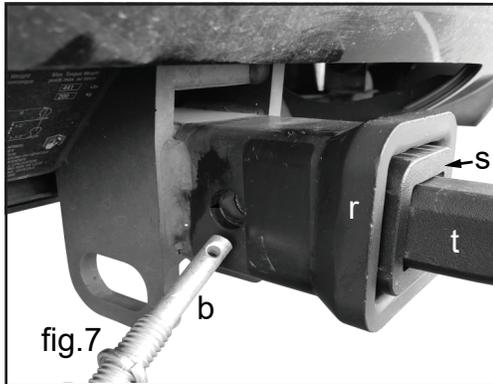
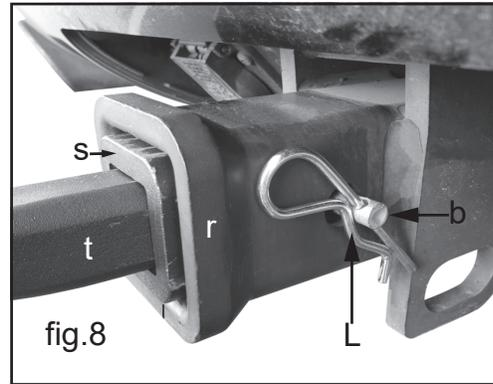

fig.7
fig.8
6. Install rack onto vehicle by sliding the tongue (t, fig.7) into the hitch receiver.
Insert hitch bolt (b, fig.7) through receiver (r, fig.7) and tongue and tighten securely (fig.7). Insert lock pin (L, fig.8) through hole on other side of hitch bolt (b, fig.8).
En le faisant glisser (t, fig.7) dans l'attelage. Insérez le boulon d'attelage (b, fig.7) du récepteur (r, fig.7) et serrez fermement (fig.7). Insérer goupille en R de verrouillage (L, fig.8) à travers le trou